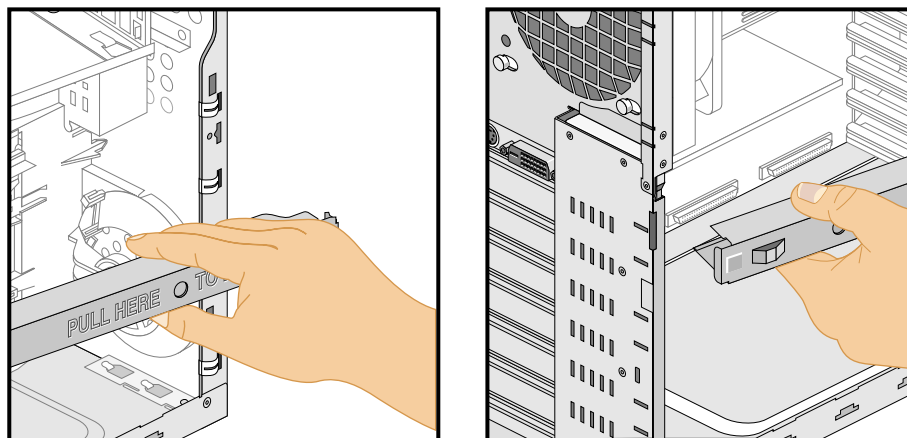

図 2-4 本体からの梁の取り外し
4. 梁の右側の部分を手前に引きながら本体から取り外します。図 2-4 に、本体から梁を外す手順を図示します。